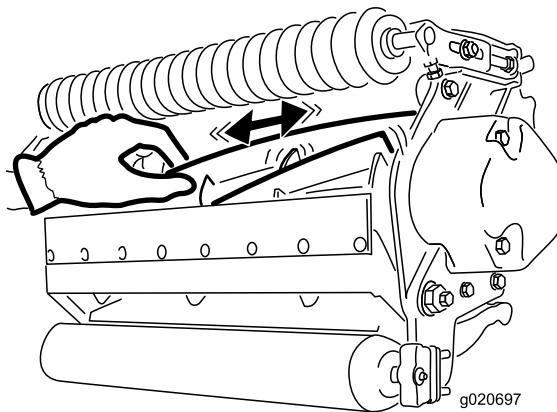

図 24
2. ボロ布を厚く巻くか丈夫なパッドのついた手袋をして、カッティングユニットの刃の部分をつかみ、リールを左右に揺すってガタがあるかどうかを調べる **図 24**。